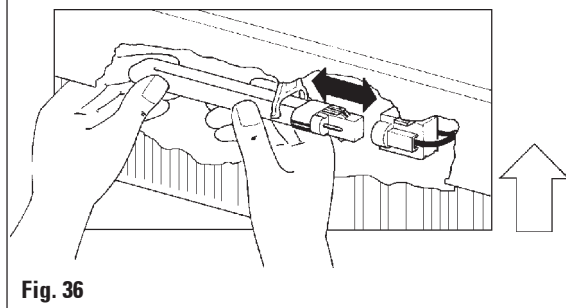

Fig. 36
- Hold elementet i riktig monteringsposisjon som vist (fig. 36) og skyv det til høyre inntil det festes i holderen.